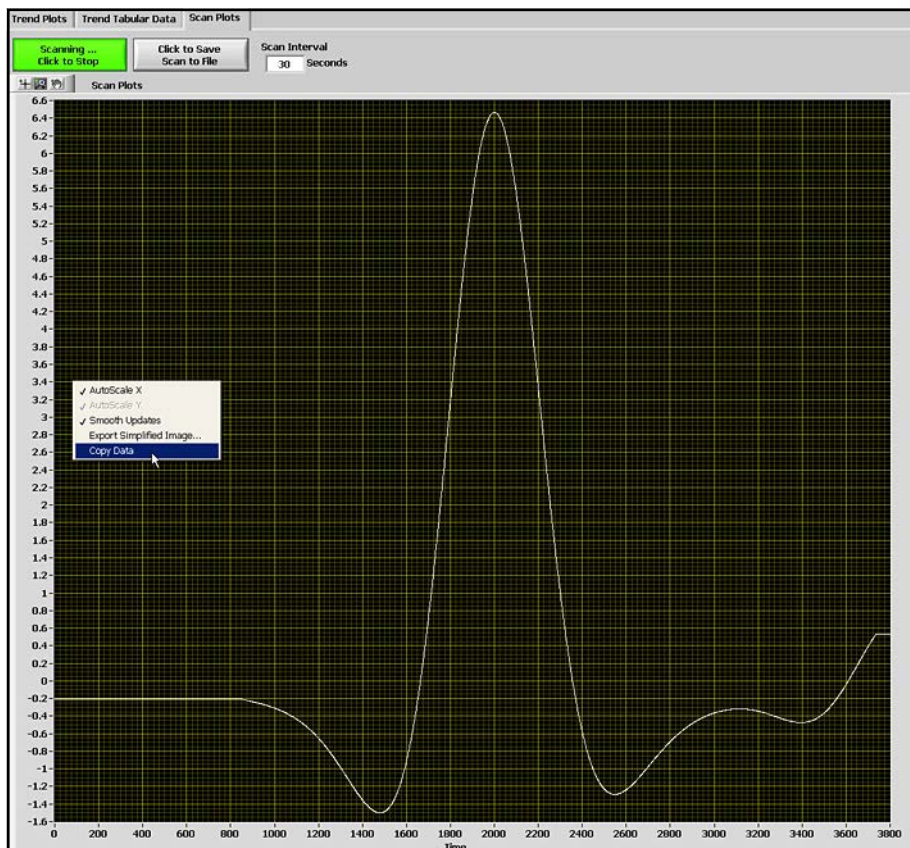
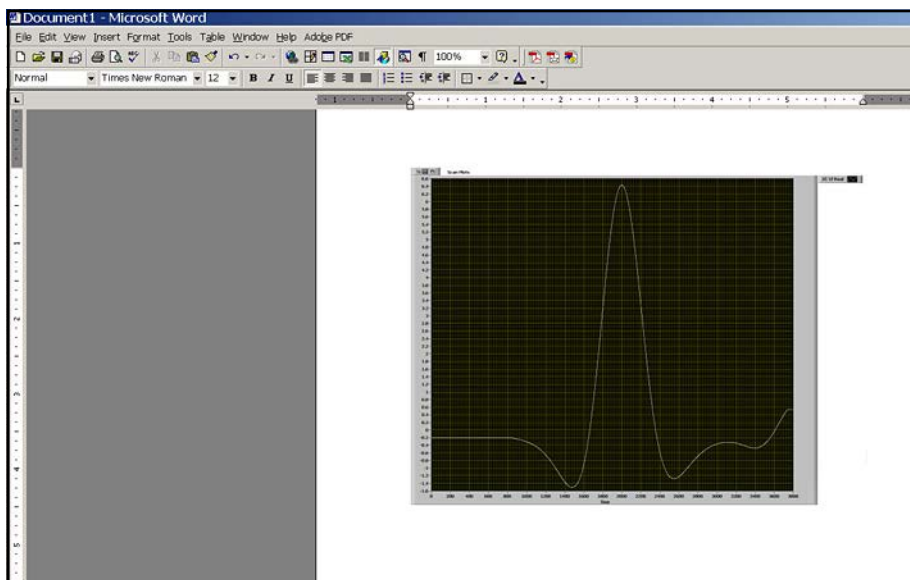

図 77: テンドプロットのコピー
図 78: テンドプロットの貼り付け
4. Trend Plot (トレンドプロット) の Copying (コピー) と Pasting (貼り付け) は、**AuroraView** から実行できます (以下の図77および図78を参照)。これは、データ領域上で右クリックし、**Copy** (コピー) を選択すると素早くできます。Microsoft Word などの他のアプリケーションでは単に貼り付けます。